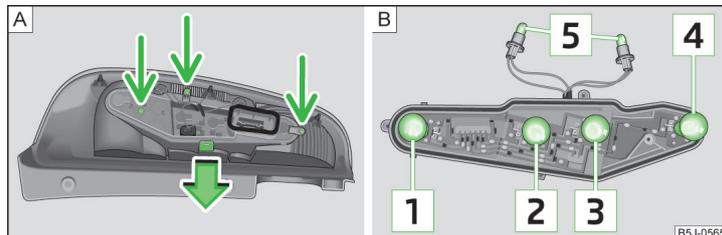

Fig. 170 Desmontaje de la parte central de la luz / asignación de bombillas
### Asignación de bombillas en la luz posterior » fig. 170
- Para alcanzar las bombillas, desenroscar la parte central de la luz y presionar el enclavamiento » fig. 170 - [A].
- Extraer la bombilla defectuosa [1], [2], [3] o [4] » fig. 170 del portalámparas e introducir una bombilla nueva.